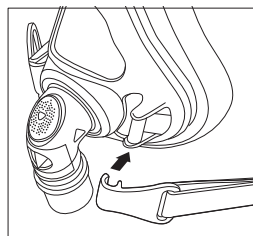

Figura 3
2. **Presillas de arnés** - Presiónelas en su sitio para conectarlas (Figura 3).